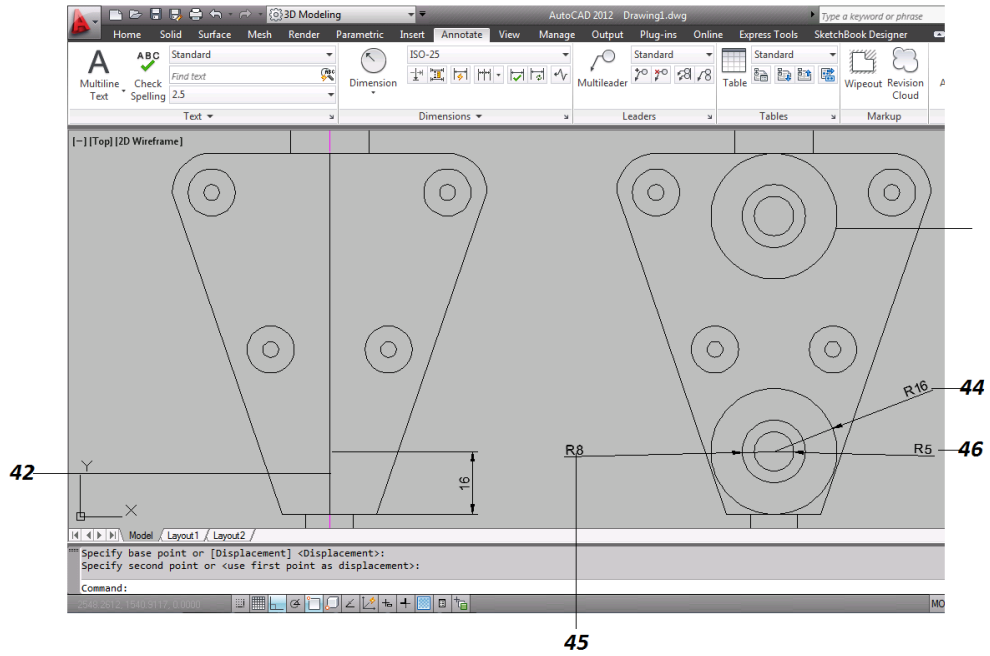

Figura 4.19 Ejercicio 3
42. A partir de la ultima linea creada, se miden 16 unidades hacia arriba (*figura 4.19*).
44. El primer circulo tendra un radio de 16 unidades (*figura 4.19*).
45. El siguiente sera de 8 unidades (*figura 4.19*).
46. El ultimo sera de 5 unidades (*figura 4.19*).